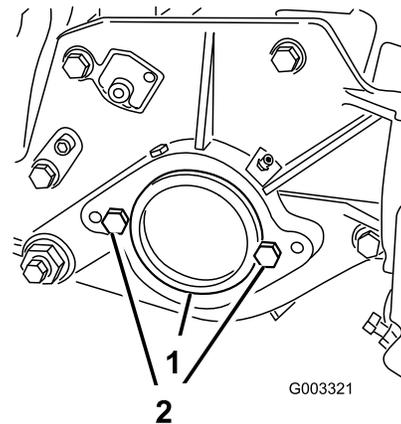

Bild 17
1. Plastikstöpsel 2. Kopfschraube (2)
5. Schrauben Sie die zwei Befestigungsschrauben für den Spindelmotor lose an der linken Seitenplatte des Mähwerks fest (Bild 17).